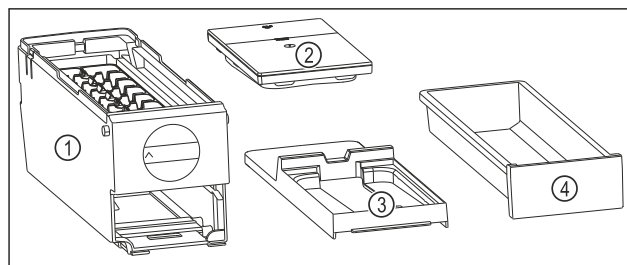

Fig. 173 Bestandteile des EasyTwist-Ice
- ▶ EasyTwist-Ice ist in vier Teile zerlegt. (siehe Fig. 173)
- ▶ EasyTwist-Ice nur in abgebildete Bestandteile zerlegen. (siehe Fig. 173)
- ▶ EasyTwist-Ice-Korpus Fig. 173 (1) als Ganzes reinigen.